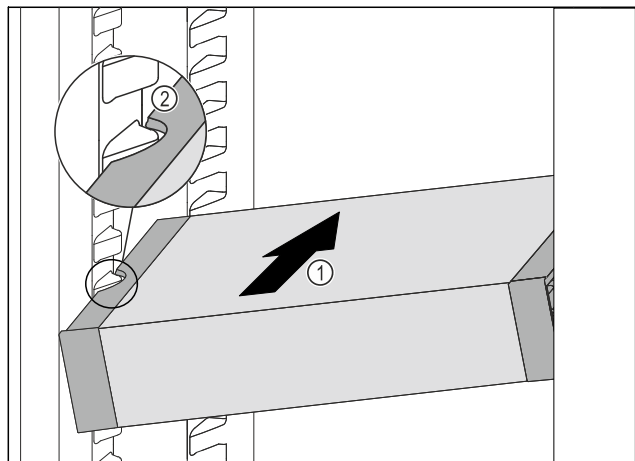

Fig. 155
- ▶ Вдвигайте VarioSafe под наклоном в холодильное отделение Fig. 155 (1), пока боковые выемки Fig. 155 (2) VarioSafe не окажутся на высоте выступа резервуара в холодильном отделении.